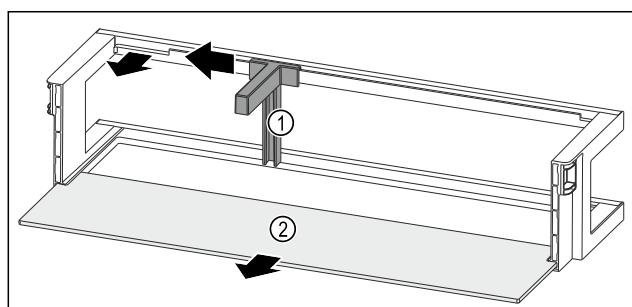

Fig. 133 Balconnet de contre-porte avec porte-bouteilles et tablette de rangement
- ▶ Pousser le porte-bouteilles Fig. 133 (1) sur le côté jusqu'à l'évidement.
- ▶ Retirer le porte-bouteilles Fig. 133 (1).
- ▶ Retirer la tablette de rangement Fig. 133 (2).